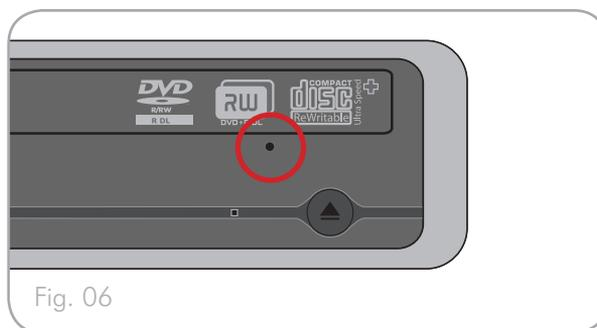

Fig. 06
2. Insérez dans ce trou une fine tige métallique, par exemple un trombone déplié, (voir Fig. 06) jusqu'à ce que la tige appuie sur le mécanisme d'éjection manuelle. Ce mécanisme déclenche l'ouverture du tiroir. **N'utilisez cette méthode que lorsque le bouton d'ouverture/fermeture du tiroir ne fonctionne pas.**